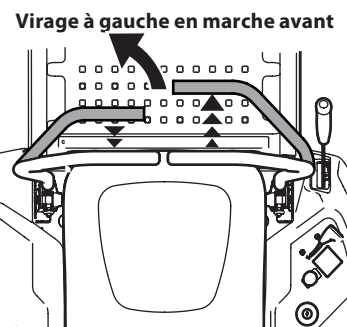

Figure 28
- Pour tourner à gauche, tirez la barre de conduite gauche vers vous et poussez la barre de conduite droite vers l'avant. Voir Figure 28.